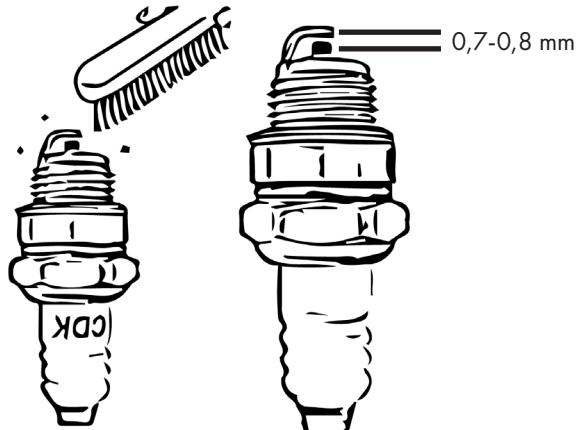

Rysunek 23
- Zdejmij nasadkę świecy zapłonowej i poluzuj świecę zapłonową za pomocą klucza do świec zapłonowych, Rys. 23.